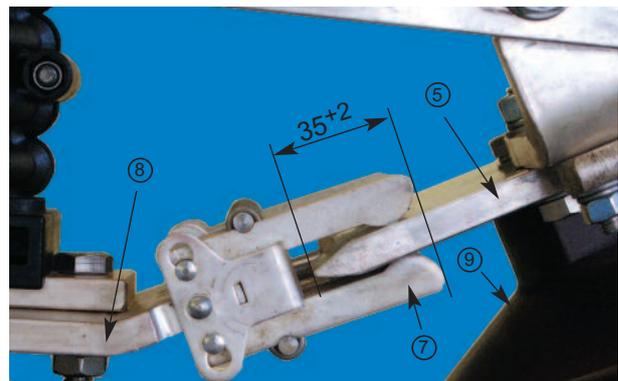
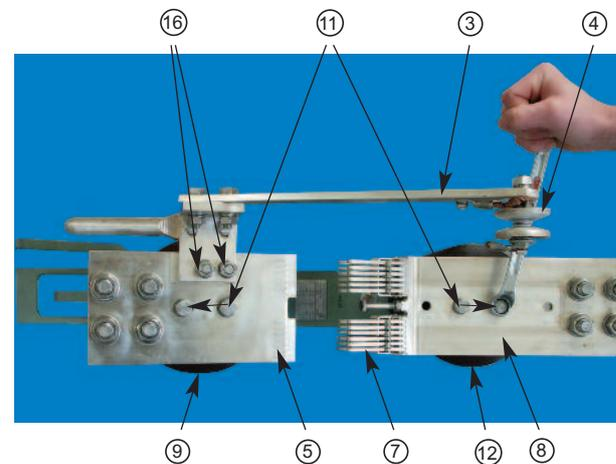

Abb. 4: Einstellen der Kontaktfingerpaare
Abb. 9: Kontaktssystem dargestellt ohne Vorzündhörner und Abdeckblech
- Linearität der neuen Anschlussplatte (5) zur feststehenden Kontaktplatte (8) unter zu Hilfenahme eines Lineals sicherstellen
- Die Anschlussplatte (5) am beweglichen Isolators (9) muss zentrisch in die Kontaktfingerpaare (7) eindringen (Abb. 4)
- Anschlussplatte (5) muss sich min. 35 mm in den Kontaktfingern (7) befinden (Abb. 4)
- Befestigungsschrauben M 10x25 (11) der Anschlussplatte (5) anziehen (Anziehdrehmoment: 32 Nm)
- Kontaktsystem (7), (5), (4) je nach Verschmutzungsgrad reinigen (ggf. mit Löse- oder Entfettungsmittel) (Abb. 9)
- Kontaktsystem (7), (5), (4) mit Schmierstoff Barrierta L55/1 (Fa. Klüber Lubrication) **hauchdünn** fetten
Die beiden Befestigungsschrauben M 10x35 (16) sind dabei geringfügig anzuziehen (Abb. 9 u. 11).
- Linearität der Anschlussplatte (5) zur feststehenden Kontaktplatte (8) unter zu Hilfenahme eines Lineals sicherstellen
- Die Anschlussplatte (5) des beweglichen Isolators (9) muss zentrisch in die Kontaktfingerpaare (7) eindringen
- Die Anschlussplatte (5) muss sich min. 35 mm in den Kontaktfingern (7) befinden (Abb.4, S.7)
- Befestigungsschrauben M 10x25 (11) der Anschlussplatte (5) anziehen (Anziehdrehmoment: 32 Nm).